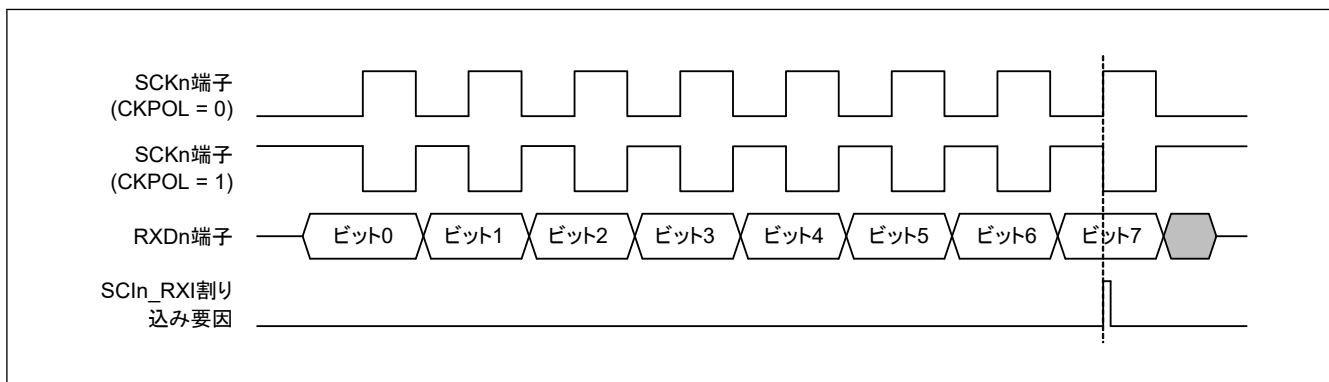

図 24.63 簡易 SPI モードにおける SCIn\_RXI 割り込みの発生タイミング (クロック遅れあり)
- クロック遅れあり (SPMR.CKPH ビット = 1) では、図 24.63 に示すように、SCKn 端子の最終クロックエッジ手前のクロックエッジで受信データフル割り込み (SCIn\_RXI) が発生します。SCR レジスタの TE ビットと RE ビットを SCKn 端子の最終クロックエッジより前に 0 にすると、SCKn 端子出力がハイインピーダンスとなり、送受信クロックの最後のクロックパルス幅が短くなります。また、SCIn\_RXI 割り込みの発生によって、SCKn 端子の最終クロックエッジより前に接続先スレーブの SSn 端子入力信号が High になった場合、スレーブが誤動作する可能性があります。